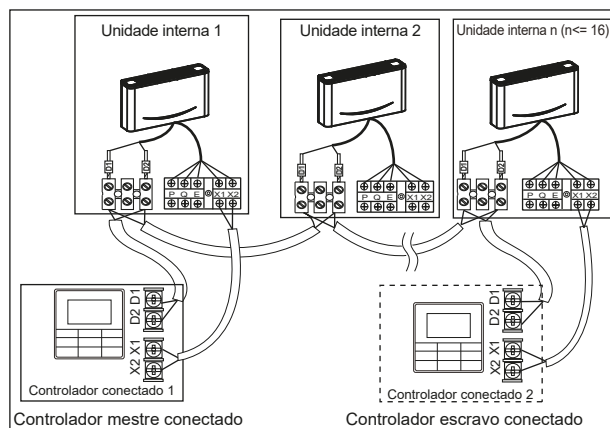

Figura 32
- Use um controlador conectado para controlar várias unidades internas ou dois controladores conectados (um controlador mestre e um escravo) para controlar várias unidades internas (consulte a Figura 32);